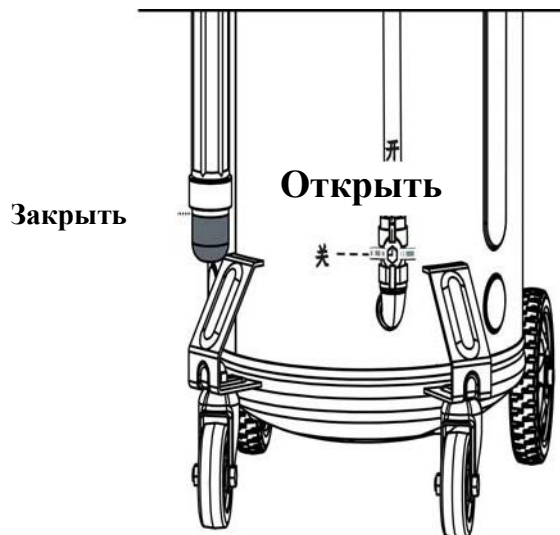

Рис.4
**Замечание:** Слейте масло из колбы, как только оно достигнет отметки STOP (рис.4).